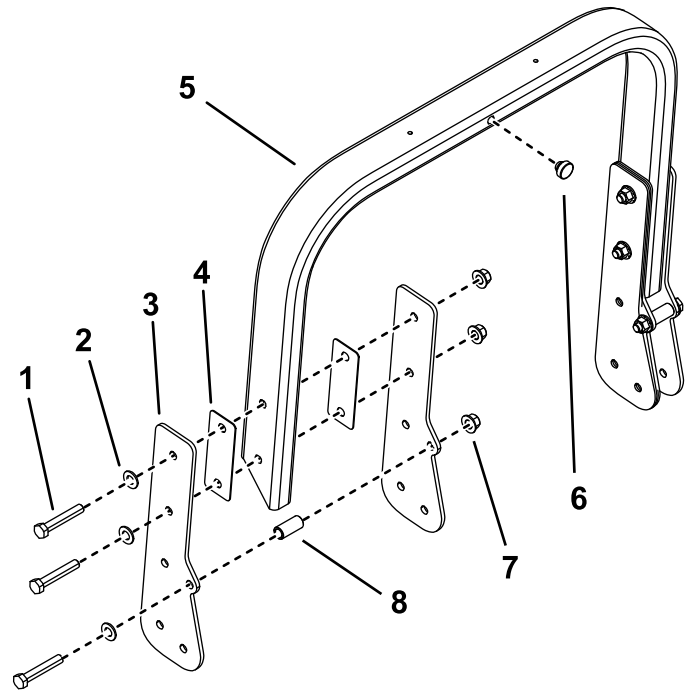

Figura 10
1. Instale 2 chapas laterales en ambos lados de la barra antivuelco usando 3 pernos (1/2" x 3"), 2 espaciadores planos, 3 arandelas, 1 espaciador cilíndrico, y 3 contratuercas (1/2") en cada lado (Figura 10).
2. Instale un tope en el centro de la barra antivuelco (Figura 10).